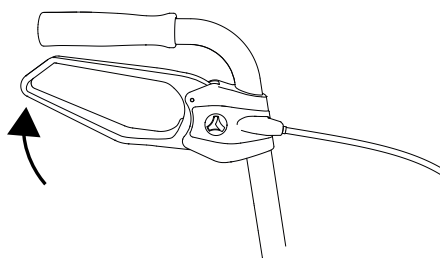

fig. 5
1. Per frenare il deambulatore in maniera controllata durante la deambulazione, tirare leggermente verso l'alto e in modo uniforme entrambe le leve dei freni (fig. 5).